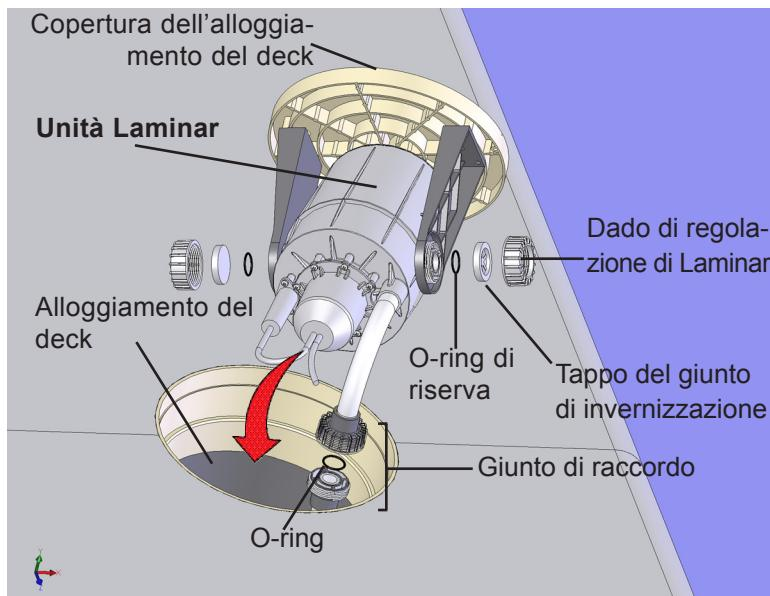

Figura 5
2. Assicurarsi che gli O-ring di riserva siano in sede. Posizionare i tappi dei giunti di invernizzazione nei dadi di regolazione di Laminar e avvitarli sul corpo di Laminar (Figura 5).
3. Collegare Laminar al condotto di alimentazione tramite l'apposito giunto di raccordo (Figura 5). Assicurarsi che l'O-ring rimanga nella propria scanalatura e che la superficie del raccordo sia stata pulita da eventuali residui di colla/sporcizia.
5. Posizionare il coperchio dell'alloggiamento del deck/unità Laminar nell'alloggiamento del deck (Figura 5). Se i tubi presenti nell'alloggiamento del deck ostacolano il corretto posizionamento del coperchio, potrebbe essere necessario allentare temporaneamente il dado di raccordo per consentire la rotazione dei tubi, in modo da avvolgerli a spirale e liberare lo spazio nell'alloggiamento del deck.